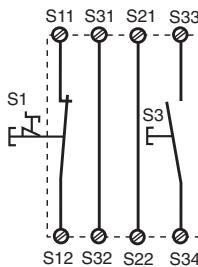

Fig. 3: Circuito de entrada monocanal, rearme supervisado/Circuito di ingresso monocanale, start controllato/Eenkanalig ingangscircuit, bewaakte start
- Fig. 3, 4 y 5, 6:
- Fig. 3, 4 e 5, 6:
- Fig. 3, 4 en 5, 6: